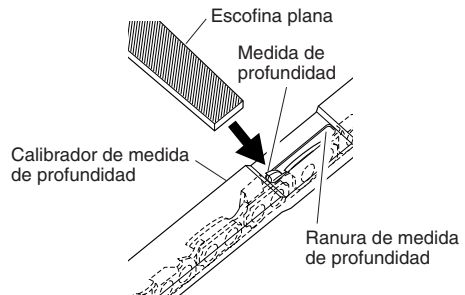

Figura 22 - Calibrador de medida de profundidad en la cadena
1. Coloque el calibrador de medida de profundidad (.635 mm) firmemente a lo largo de dos elementos de corte. Asegúrese de que la medida de profundidad penetra en la ranura del calibrador de la medida de profundidad (vea la Figura 22).